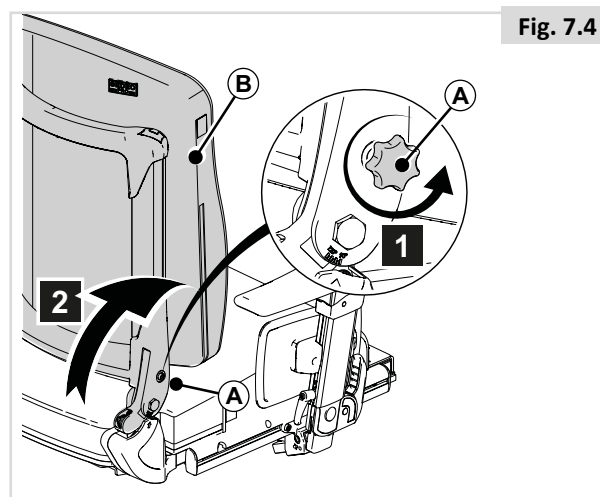

Fig. 7.4
7.3 Extração rápida do encosto articulado (Fig. 7.4)